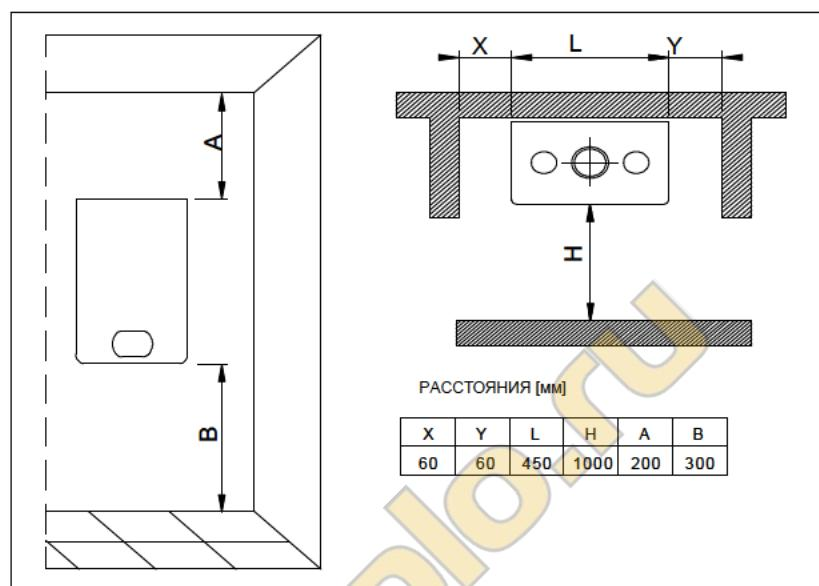

Рис. 1
A. Поместите упакованный прибор на пол (см. рис. 1), убедившись в том, что стрелка «верх» обращена вниз. Удалите скобы и откройте четыре откидные створки коробки.
В целях обеспечения доступа к внутренней части котла для технического обслуживания важно соблюдать необходимые зазоры, указанные на рис. 1. Для упрощения установки котел поставляется с шаблоном, посредством которого подготавливаются трубные соединения перед креплением прибора к стене.